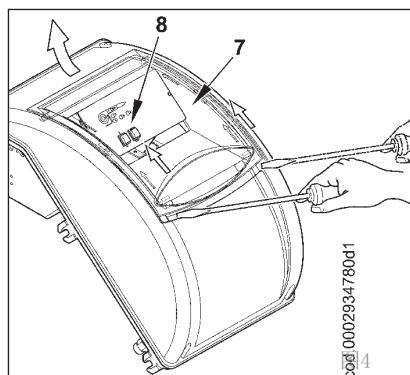

图4
- 为盖上电控箱的盖子，必须以约 5 Nm 的扭矩拧紧 4 个螺丝（1），以保证正确密封。此时，为了能够操作控制面板（8），需用工具（比如扳手）以轻微的压力按照图4箭头的方向旋转，释放玻璃门（7），使其滑过很短的距离并把它与盖板分开。